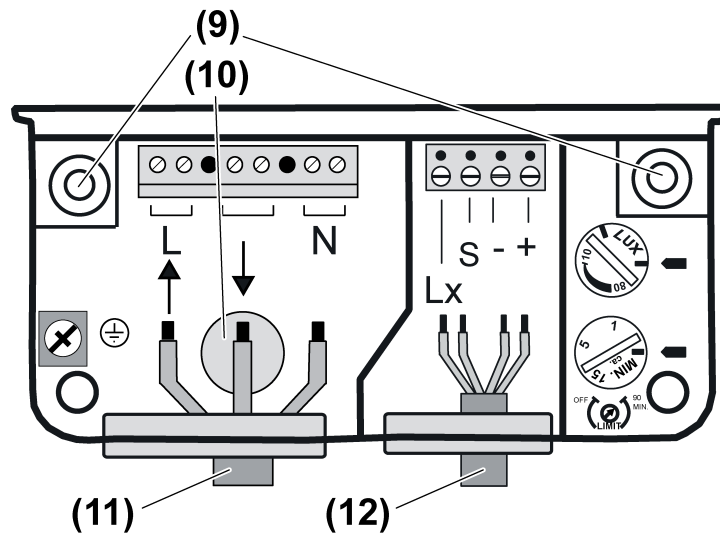

Bild 6: Anschlussraum Leistungsteil
- Bei rückseitiger Leitungseinführung der Netzleitung Gummifülle (10) durchstoßen (Bild 6).
- Leistungsteil mit zwei Schrauben (9) befestigen.
- Netzleitung (11) und Leitung zu den System-Sensoren (12) ins Anschlussgehäuse einführen und anschließen (siehe Leistungsteil anschließen).